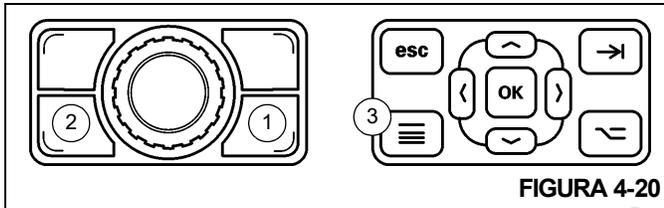

FIGURA 4-20
- Pressione o Botão de alternância de tela (1, Figura 4-20) no Botão rotativo para selecionar o controle de tela do ODM, então pressione o Botão Menu (2).
- Pressione o Botão Menu (3, Figura 4-20) na Placa de controle de navegação do ODM.